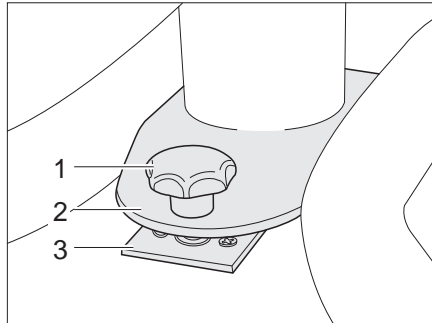

Bild 98 Spärr fast bord
- Ställ det fasta bordet med hålplattan (Bild 98,2) på hållaren (Bild 98,3).
- Förskjut det fasta bordet, så att fästskruven (Bild 98,1) kan skruvas in i hållaren (Bild 98,3).